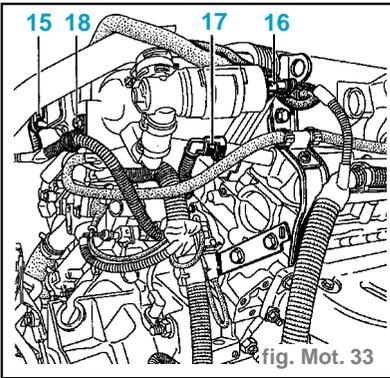
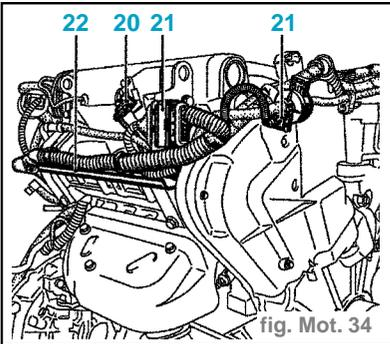
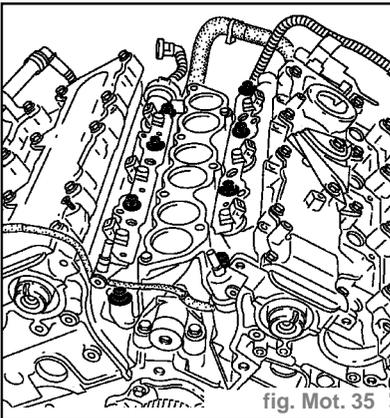

fig. Mot. 33
fig. Mot. 34
fig. Mot. 35
- le faisceau d'allumage (8) sur le boîtier bobines et l'écarter,
- les vis (9) et (10) et dégager les supports,
- les fixations du passage câblage (11),
- les fils de masse (12),
- le tuyau (13) et dégraffer le faisceau en (14).
- les connecteurs (15) et (16), ainsi que le tuyau (17), (fig. Mot. 33)
- la bride (18),
- le support (19).
- le connecteur (20), (fig. Mot. 34)
- les connecteurs (21) et dégraffer le faisceau,
- le support faisceau (22),
- l'ensemble répartiteur d'air - rampe d'injection, (fig. Mot. 35)